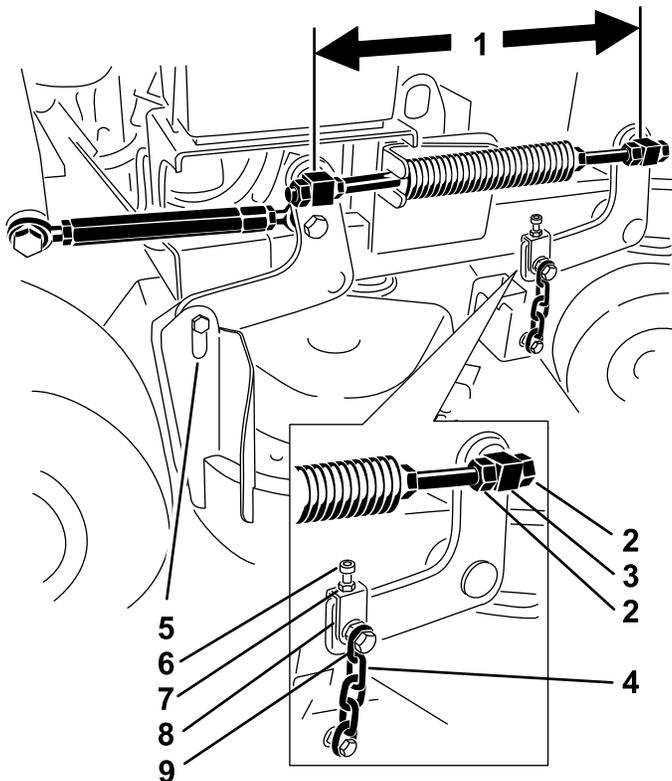

Figure 78
1. Mesurez la distance entre les centres des pivots (entraxe) sur chaque tige filetée (Figure 78).
2. Desserrez les écrous de blocage du pivot **avant** (Figure 78).
4. Resserrez les écrous de blocage du pivot **avant** (Figure 78).
4. Desserrez les écrous de blocage sur les pivots avant gauche et droit (Figure 78).
- Serrez les écrous de blocage sur les pivots avant gauche et droit (Figure 78).
- Desserrez les écrous de blocage du pivot avant gauche (Figure 78).
- Resserrez les écrous de blocage du pivot avant gauche (Figure 78).
- Desserrez les boulons de chaîne supérieurs (Figure 78).
- Desserrez les écrous de blocage sur chaque chape (Figure 78).
- Resserrez les écrous de blocage et les boulons de chaîne supérieurs (Figure 78).